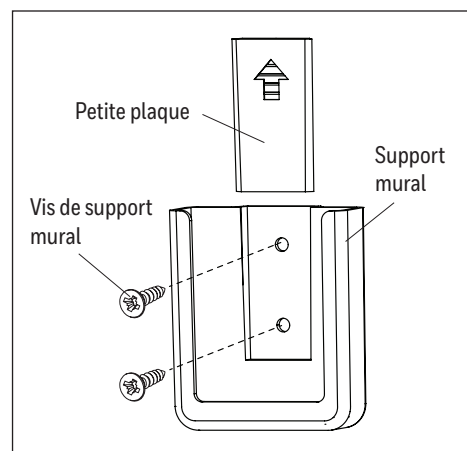

Figure 4.7
7. L'ensemble de contrôle à distance comprend un support mural. Pour installer le support mural, retirez la petite plaque afin d'exposer les trous de vis. Insérez les vis du support mural dans les trous, puis dans le mur, et couvrez-les à l'aide de la petite plaque retirée précédemment. La télécommande peut être rangée dans le support mural pour en faciliter l'accès (Figure 4.7).